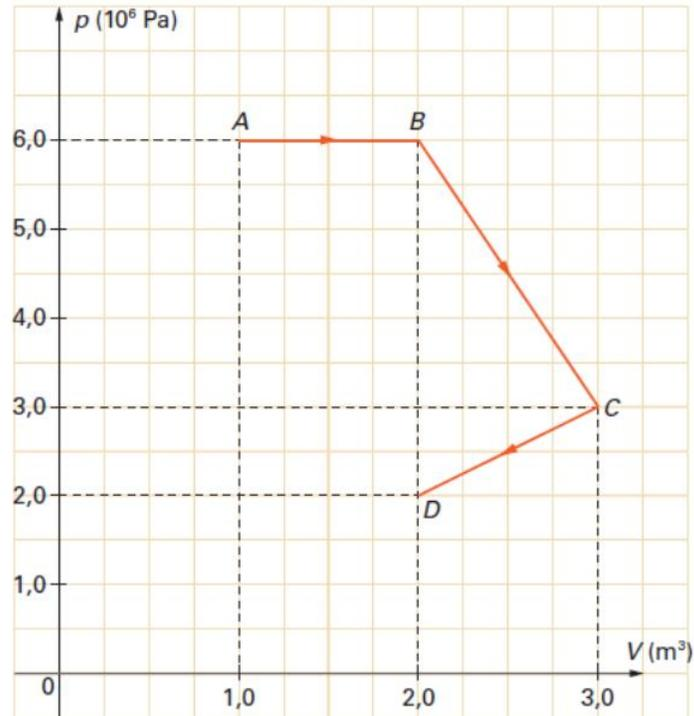

Figura 7.5: Gráfico $p \times V$ da transformação de um sistema termodinâmico
3. Temos, na figura 7.5, o gráfico $p \times V$ da transformação de um sistema termodinâmico. Determine o trabalho realizado nas etapas AB, BC e CD e o trabalho total realizado na transformação².